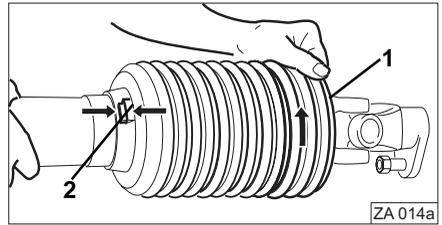

Fig. 13
- Faites pivoter le bol (Fig. 13/1) ) en position de montage (Fig. 13/2).